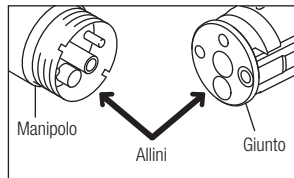

Fig. 11
- 3) Montare il giunto nel manipolo. Assicurarsi che il tubicino e il giunto siano attaccati (Fig. 11).